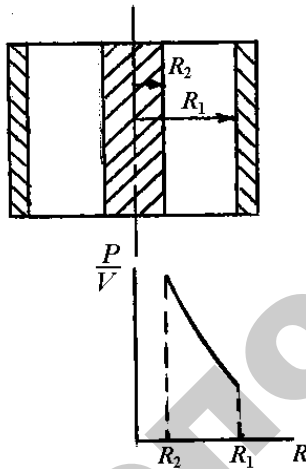

Рис. 8.2
8.3.2. Водоподогреватель представляет собой металлический заземленный цилиндрический бак радиусом  $R_1 = 0,5$  м и высотой  $l = 1$  м. Дно и крышка бака выполнены из изолирующего материала. Бак имеет коаксиально расположенный электрод радиусом  $R_2 = 0,1$  м. Водоподогреватель присоединен к однофазному трансформатору  $U = 220$  В. Один полюс трансформатора заземлен. Удельную проводимость воды  $\gamma = 1$  См/м считать не зависящей от температуры. Определить ток и мощность нагревателя. Построить график зависимости удельной активной мощности в функции расстояния от оси цилиндров (рис. 8.2).